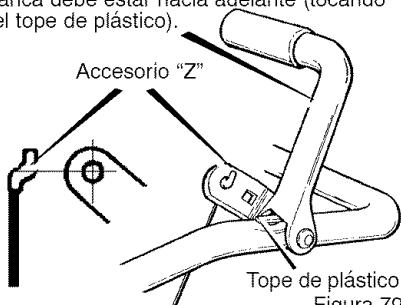

Figura 79
**Para asegurarse de que estén bien ajustados, suelte el accesorio "Z" en la palanca de propulsión (Figura 79).**
11. Instale el **gancho "Z"** en la **palanca de propulsión** (Figura 79).
5. Desconecte el **accesorio "Z"** de la **palanca de propulsión** (Figura 79).